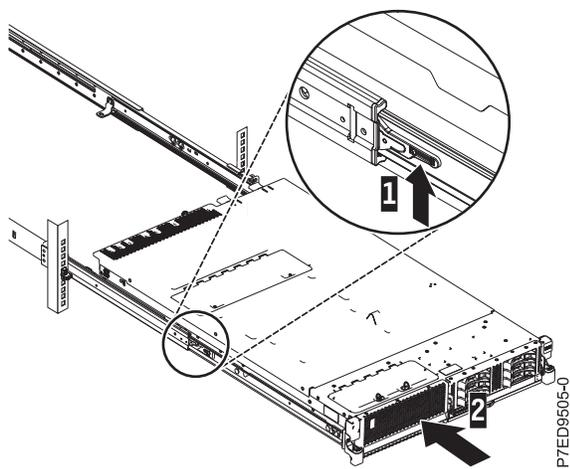

図9. リリース・ラッチとサーバー
3. 9 ページの図 9 に示すように、スライド・レールにある青色のリリース・ラッチ (1) を引き上げ、サーバー (2) を所定の位置に収まるまでラックの中に押し込みます。